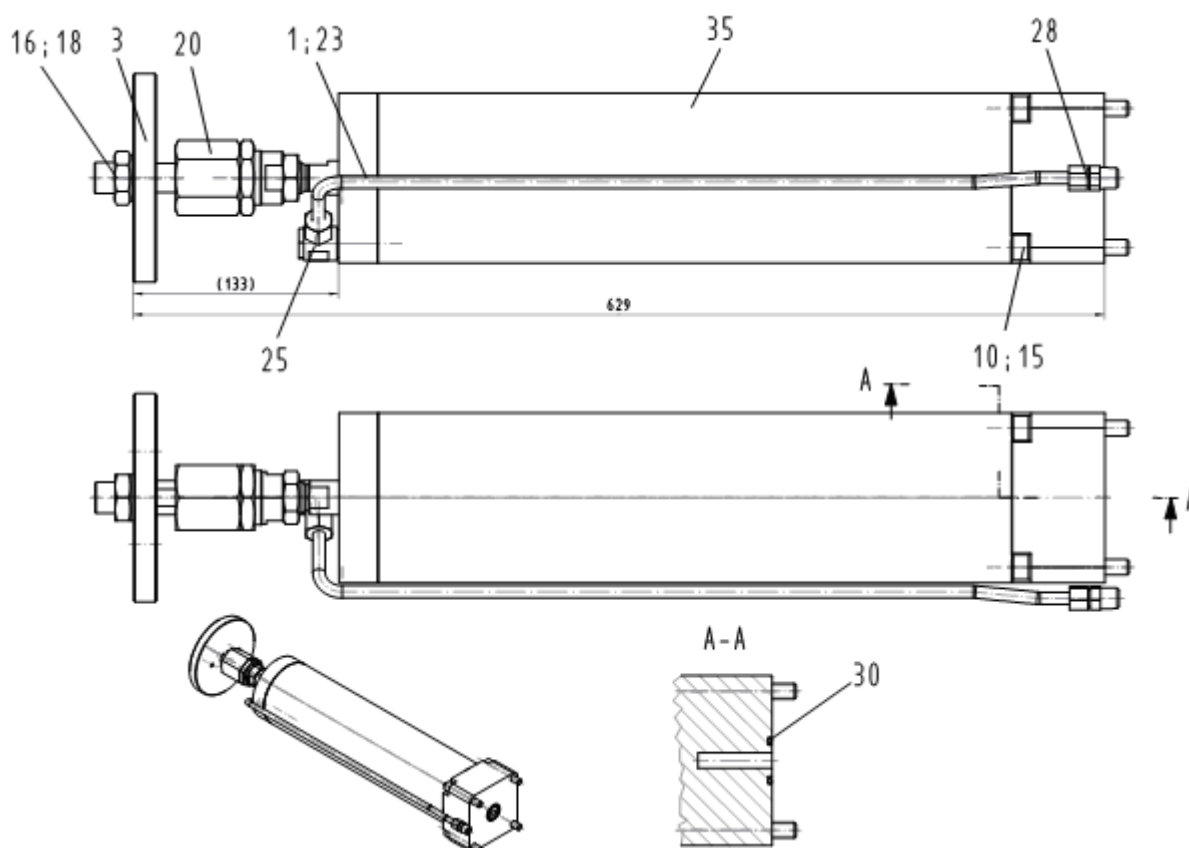

Figura D-7. Cilindro 3.035.177.06.05
<ul style="list-style-type: none">• Comprobar la válvula 5/2 vías por si funciona bien y sustituir en caso necesario.• Reparar la capa anticorrosiva y marcar las cabezas hexagonales de los ejes (5) con pintura roja si es necesario. <p>D.4.5 Barra de tracción</p> <p>D.4.5.1 Desmontaje</p> <ul style="list-style-type: none">• Soportar la barra de tracción• Desatornillar el dispositivo de choque y tracción del vehículo y montarlo junto con la barra de tracción a un puesto de montaje (si existe), para poder aflojar (no desatornillar) los tornillos (20, Figura A-25).• Desenganchar los resortes de tracción (50).• Desatornillar los sensores inductivos, el interruptor (6) montado en el cilindro del mecanismo de enclavamiento, y la caja de bornes (80).• Desatornillar el bloque de válvulas y desconectar el tubo enchufable (30) del cilindro (90) del mecanismo de enclavamiento.• Quitar las grupillas (40) y sacar los pernos (35, 37).• Quitar el cilindro (90).• Sacar los pasadores elásticos (45) y quitar la palanca (8).• Desatornillar los tornillos (23) y quitar las chapas protectoras (10, 11, 12).• Abatir los cerrojos (5) hacia fuera.• Extraer los pasadores elásticos (47), sacar los pernos (7) y quitar los cerrojos (5).• Hacer salir el vástago del cilindro (85) unos centímetros (utilizando aire comprimido en caso necesario).• Poner una llave de 19 mm en el acoplamiento compensador (20, Figura D-7), desatornillar la tuerca (18) y quitar el disco (3).• Utilizando una grúa de taller, colocar toda la barra de tracción en posición vertical (sobre el lado trasero del caballete de soporte) y asegurarla en esta posición para que no vuelque.• Colgar la barra de tracción (2) en la grúa de taller (mediante el collar para las bridas de acoplamiento).• Desatornillar los tornillos (20) previamente aflojados y levantar la barra de tracción (2) cuidadosamente hasta alcanzar el tope en el tubo de guía (75); luego elevar la barra de tracción (2) con el tubo de guía (75) por encima del cilindro (85) y colocarla en posición vertical.• Quitar el tubo de guía (75) de la barra de tracción (2).• Desatornillar el racor (28, Figura D-7) y los tornillos (10) para poder quitar el cilindro (85, Figura A-25) de la barra de conexión (1).• En caso necesario, quitar la barra de conexión (1) del dispositivo de choque y tracción (apdo. D.4.6).
- Poner el anillo obturador (30, Figura D-7) en la ranura del cilindro de la unidad telescópica y fijar el cilindro mediante las arandelas (15) y los tornillos (10) a la barra de conexión.
- Enroscar el racor recto (28, Figura D-7) en la barra de conexión (1, Figura A-25).
- Poner el seguro antigiro (80) en el tubo de guía (75).
- Introducir la barra de tracción (2) con los anillos-guía (60, 62) en el tubo de guía (75).
- Colgar la barra de tracción (2) en la grúa de taller (mediante el collar para las bridas de acoplamiento), levantar la barra con el tubo de guía (75) por encima del cilindro (85), bajarla sobre la barra de conexión (1) y atornillarla mediante los tornillos (20).
- Poner el disco (3, Figura D-7) sobre el vástago del cilindro y fijarlo con la tuerca (18); asegurar el acoplamiento compensador (20) mediante una llave de 19 mm al apretar la tuerca (18). Observar la cota de ajuste de 133 mm entre el canto delantero del disco y el canto del cilindro.